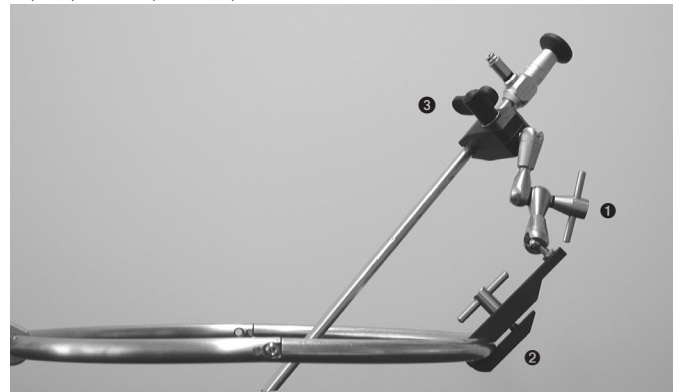

Figura 1
- Pentru a slăbi brațul articulat, rotiți mânerul de blocare central ❶ (a se vedea figura 1) în sens antiorar atât cât se poate roti.
- Fixați clemă ❷ (a se vedea figura 1) de inelul de reținere SynFrame, menținând brațul pivotant în afara inelului. Acest lucru menține brațul de reținere în afara câmpului operator.
- Introduceți și fixați dispozitivul optic în falca de 10,0 sau 4,0 mm de pe clemă neagră ❸ (a se vedea figura 1) a suportului. Asigurați-vă că
- Poziționați dispozitivul optic în poziția dorită deasupra câmpului operator și fixați-l în această poziție prin strângerea mânerului de blocare central ❶ (a se vedea figura 1) în sens orar.
- Slăbiți întotdeauna mânerul de blocare central ❶ (a se vedea figura 1) atunci când repositionați dispozitivul optic. Dispozitivul optic poate fi deteriorat (îndoit) dacă este mișcat fără a deschide brațul articulat.